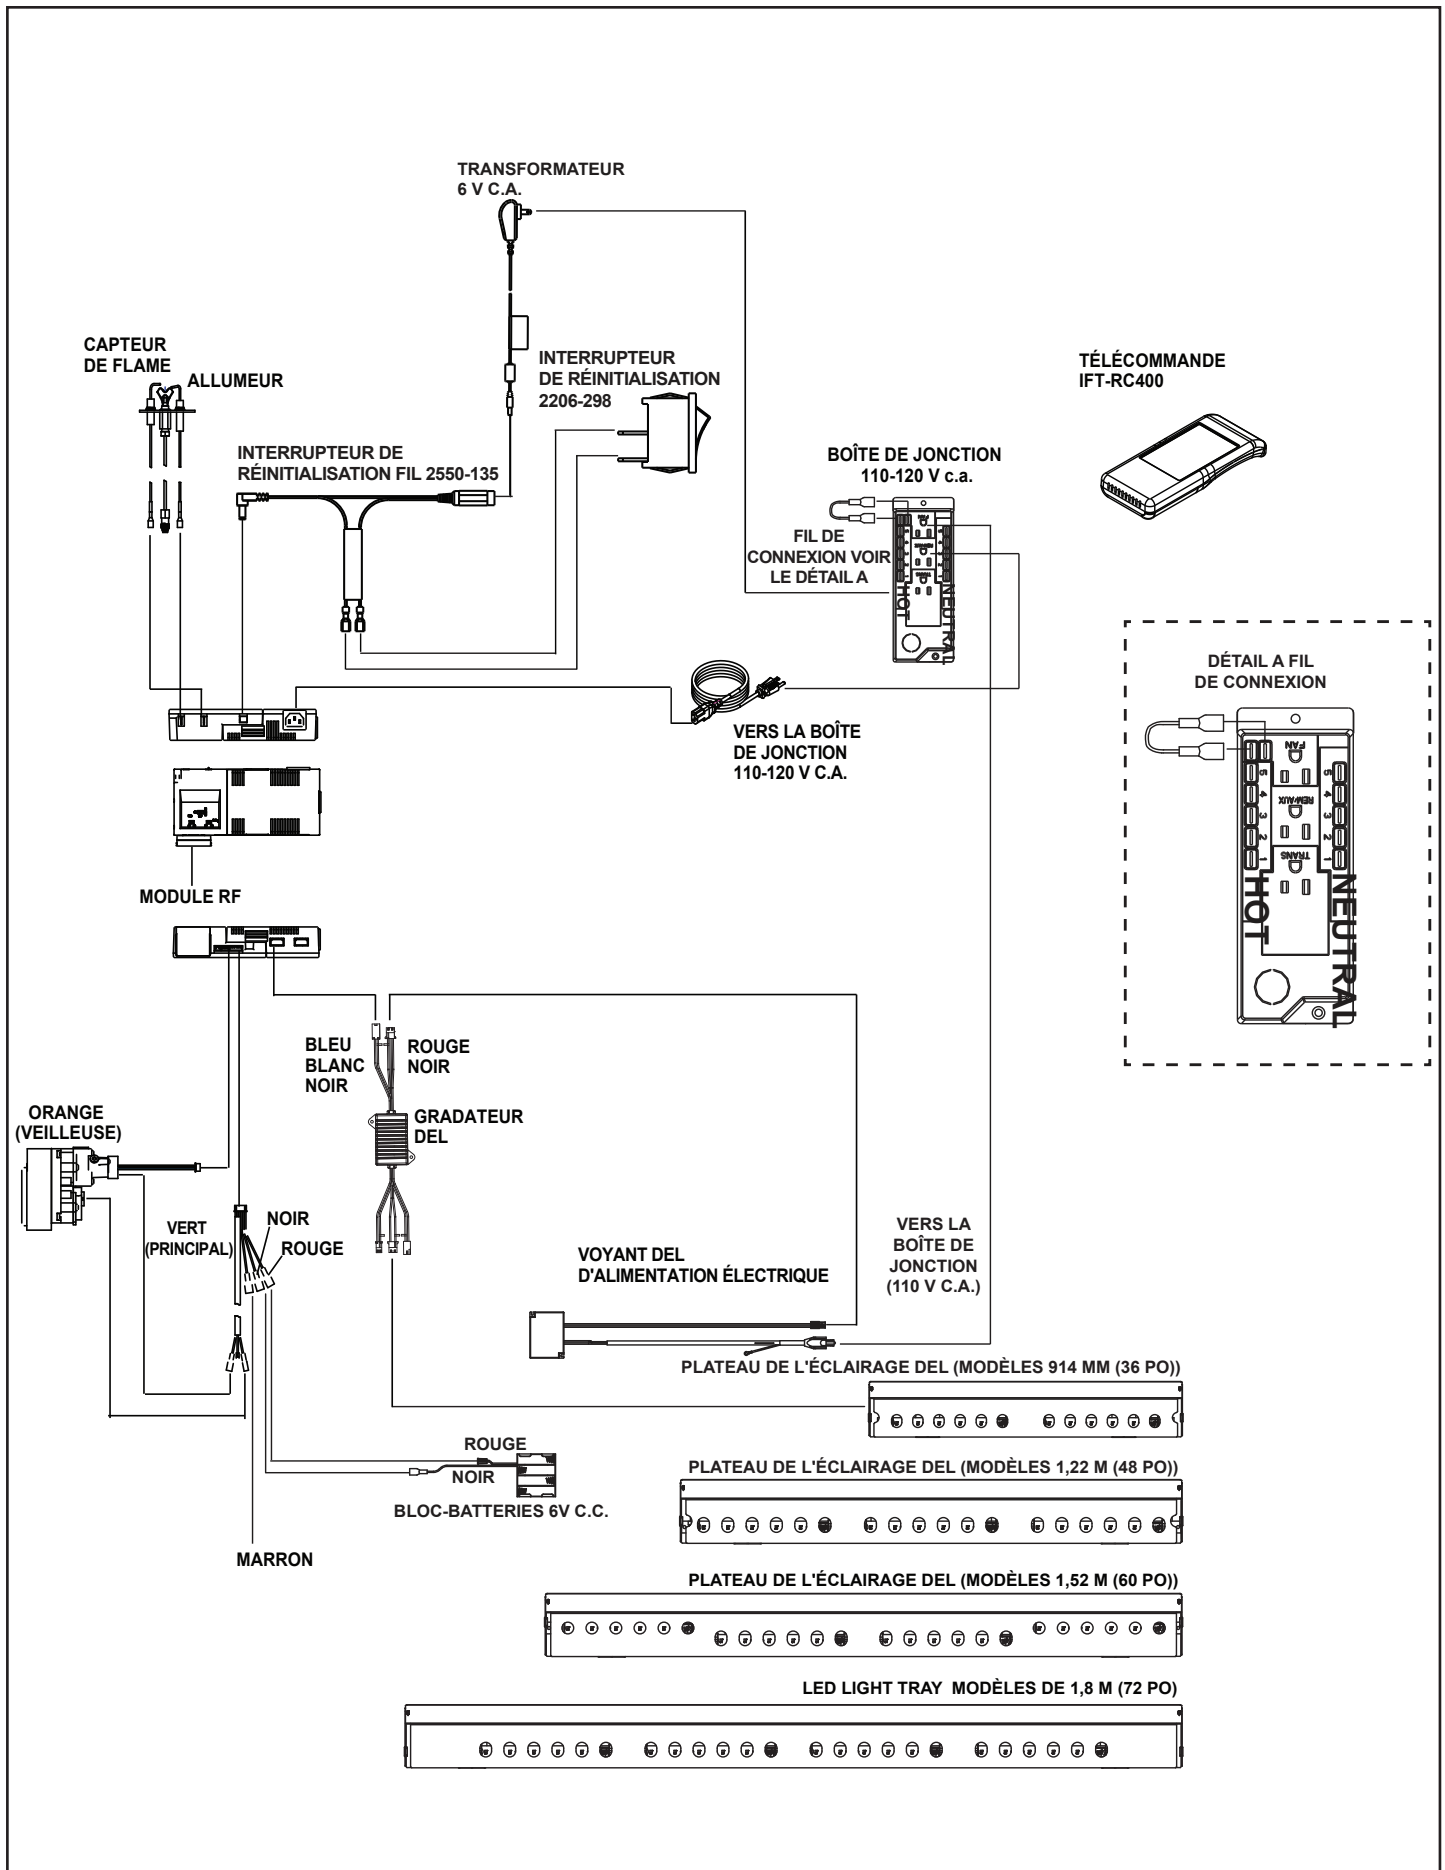

Figure 8.4 Schéma du câblage IntelliFire™ Tactile
- Consultez la figure 8.4, Schéma du câblage IntelliFire™ Tactile (IPI).
On peut atteindre la boîte de jonction, le module de commande, le voyant DEL d'alimentation électrique et l'interrupteur-récepteur mural, en retirant l'écran de verre inférieur et l'écran thermique du composant. La devanture décorative doit être retirée pour accéder à ces composants. Voir la figure 8.4.